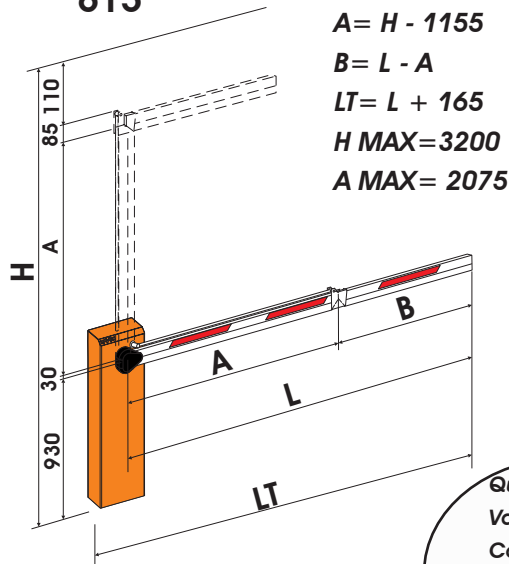

Fig. 1
- 1) Calcolare la lunghezza delle due parti A e B come in fig. 1 o 2.
- 1) Calculate the length of the two parts A and B as shown in fig. 1 or 2.
- 1) Calculer les longueurs exactes des deux parties A et B de la lisse, comme indiqué dans les figs. 1 ou 2.